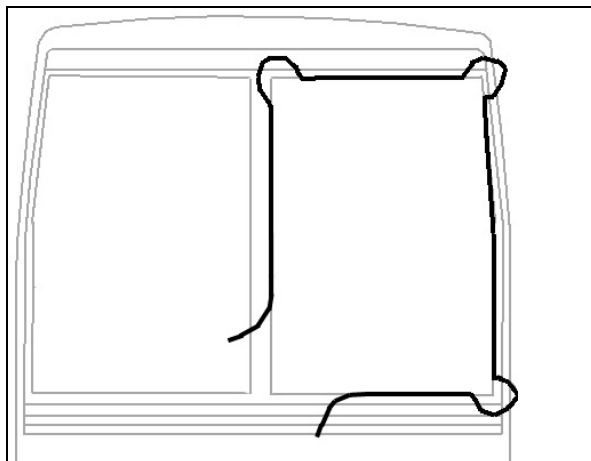

FIGURE 93 : INSTALLATION DU PARE-BRISE À L'AIDE D'UNE CORDE
- Insérer une corde dans la pièce extrudée en laissant assez de longueur à chaque extrémité pour faire une boucle. Vaporiser de l'eau savonneuse sur la corde et la pièce extrudée en caoutchouc (Figure 93).